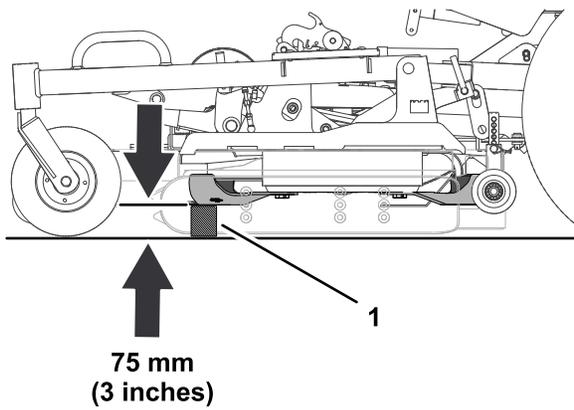

図 126
- ゲージブロックを使って、プレートが一番前側のエッジから床面までの高さを測る 図 126。